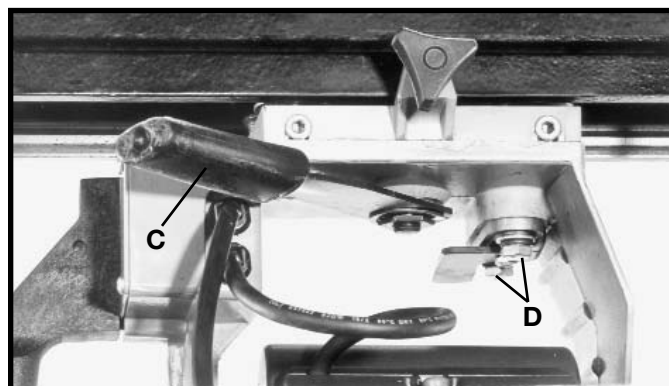

Fig. 39
5. Si la hoja no está paralela a la escuadra, entonces resulta necesario realizar un ajuste. Suelte la agarradera de abrazadera del yugo (C) Fig. 39 y afloje ligeramente los dos tornillos de cabeza hexagonal (D). Oscile el yugo hasta que la hoja quede paralela con la escuadra y apriete la agarradera de abrazadera del yugo (C). Apriete entonces los dos tornillos hexagonales (D) Fig. 39.